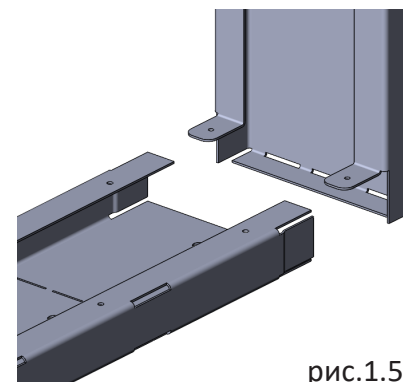

рис.1.5
4. Загнуть по месту установочные проушины и направляющий лепесток на нижней стороне тыла (Т) (рис.1.5).